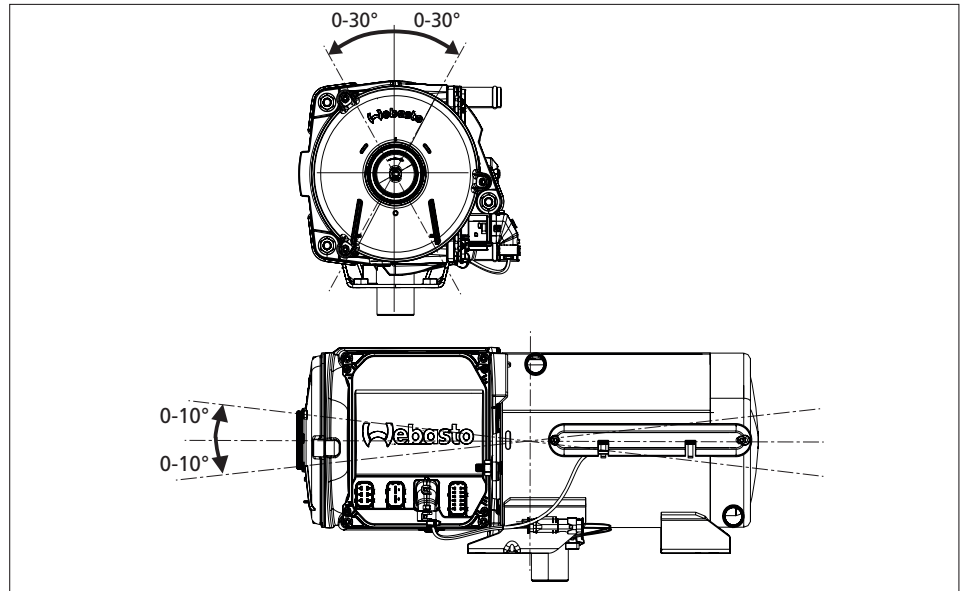

Abb. 06: Zulässige Neigungswinkel
- ▶ Zulässige Neigungswinkel beachten, siehe Abb. 06.